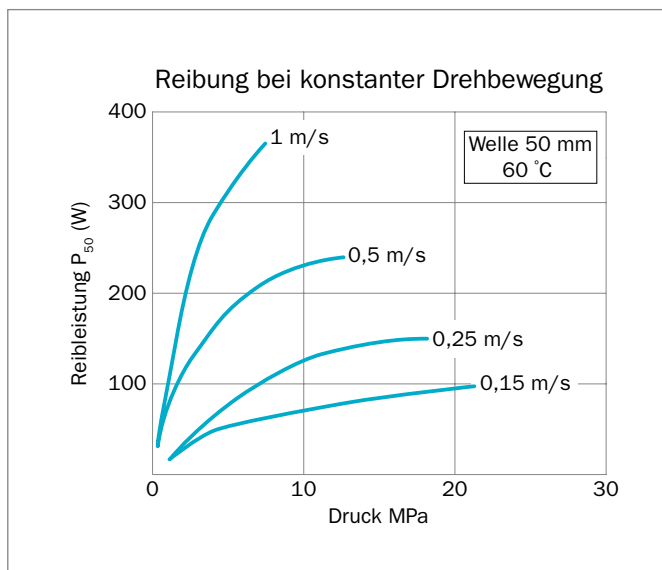

Abbildung 127: Reibleistung für Turcon® Roto Glyd Ring®
Richtwerte für die Reibleistung (P) können aus dem Diagramm in Abbildung 127 ermittelt werden. Sie sind dargestellt als Funktion der Geschwindigkeit und des Betriebsdrucks für einen Wellendurchmesser von 50 mm bei einer Öltemperatur von 60 °C. Bei höheren Temperaturen müssen die Einsatzgrenzen reduziert werden.